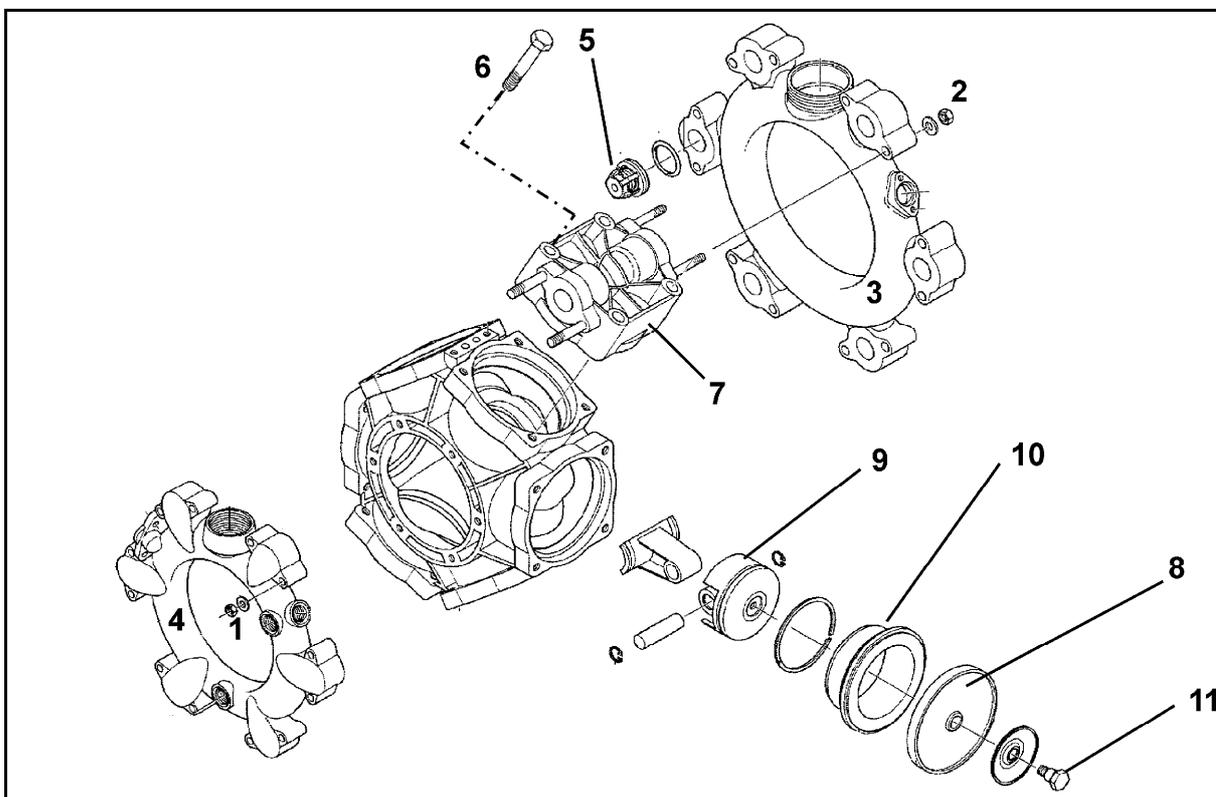

Рис. 166
- Минимум один раз в год проверяйте состояние поршневой мембраны (Рис. 166/1) посредством демонтажа.
- Запоминайте монтажное положение клапанов со стороны всасывания и нагнетания, перед снятием группы клапанов (Рис. 166/5).
- Если хоть одна поршневая мембрана разбухла, разрушилась или стала пористой, замене подлежат мембраны всех поршней (Рис. 166/6).
2. Снимите гайки (Рис. 166/1).
3. Снимите всасывающий и напорный канал (Рис. 166/3 и Рис. 166/4).
4. Извлеките группы клапанов (Рис. 166/5).
5. Удалите гайки (Рис. 166/6).
6. Снимите головку цилиндра (Рис. 166/7).
7. Проверьте поршневую мембрану (Рис. 166/8).
8. Замените неисправные поршневые мембраны (Рис. 166/8).
- Поршковую мембрану (Рис. 166/8) закрепите стопорной шайбой (Рис. 166/11) и болтом (Рис. 166/11) на поршне (Рис. 166/9) таким образом, чтобы край указывал в сторону головки цилиндра (Рис. 166/7).
- Гайки (Рис. 166/1,2) необходимо затягивать обязательно в крестообразной последовательности с заданным моментом затяжки. Неправильная затяжка болтов приведет к деформации и вследствие этого к негерметичности.
1. Открутите болт (Рис. 166/11) и снимите поршковую мембрану (Рис. 166/8) вместе со стопорной шайбой (Рис. 166/9) с поршня (14).
3. Извлеките цилиндр (Рис. 166/10) из корпуса насоса.
6. Снова вставьте цилиндр (Рис. 166/10) в корпус насоса.
7. Установите поршковую мембрану (Рис. 166/8).
8. Прифланцуйте головку цилиндра (Рис. 166/7) к корпусу насоса и равномерно затяните болты (Рис. 166/6) в крестообразной последовательности.
9. После проверки и чистки группы вентиля (Рис. 166/5) установите снова.
11. Напорный (Рис. 166/3) и всасывающий канал (Рис. 166/4) прифланцуйте к корпусу насоса.
12. Гайки (Рис. 166/1,2) затяните крестообразно с моментом затяжки **11 Нм**.